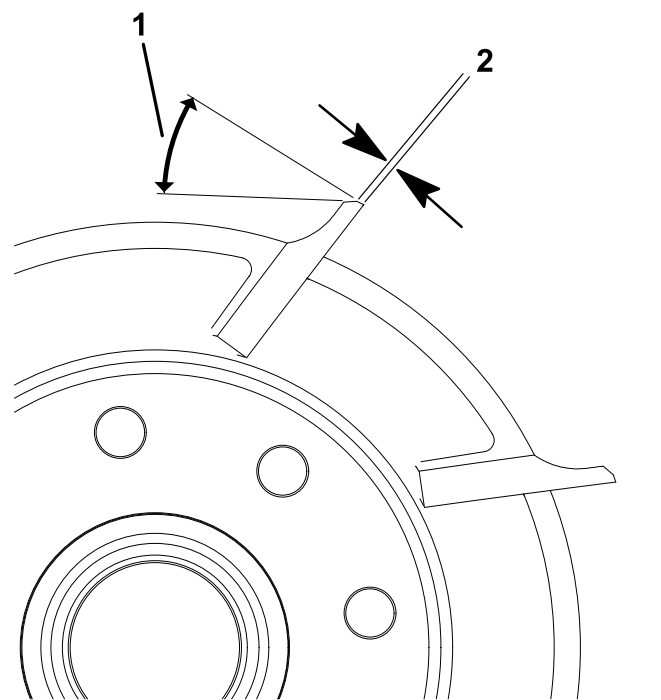

図 19
1. 全部のリール刃に 30°の角度で2番削りを行って、ランド部の幅を 1.27 mm にしてください 図 19。